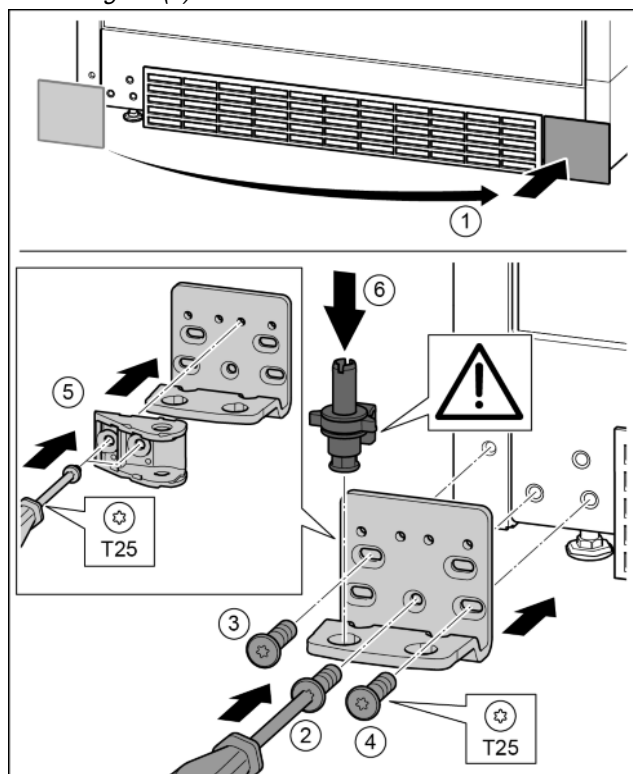

Fig. 33
- Снять крышку и поставить с другой стороны. *Fig. 33 (1)*
- Установить опорный кронштейн с другой стороны и прикрутить с помощью отвертки T25. Начинать с винта 2 в центре. *Fig. 33 (2)*
- Затянуть винты 3 и 4. *Fig. 33 (3, 4)*
- Повернуть соединительный элемент амортизатора закрывания дверей на 180°. Прикрутить с другой стороны опорного кронштейна с помощью отвертки T25. *Fig. 33 (5)*
- Снова установить опорный палец в сборе. При этом следить за тем, чтобы выступ фиксатора был направлен назад. *Fig. 33 (6)*